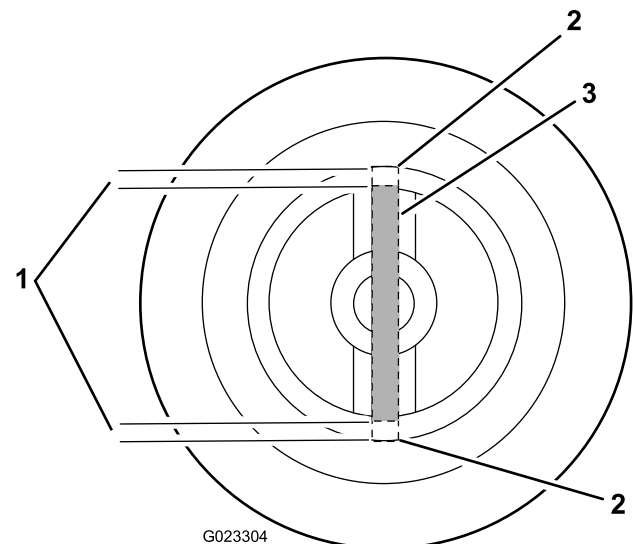

Figure 2
**Remarque:** Centrez la goupille dans la poulie de sorte à obtenir une distance de 7,6 mm entre chaque extrémité de la goupille et chaque extrémité de trou, comme montré à la Figure 2.